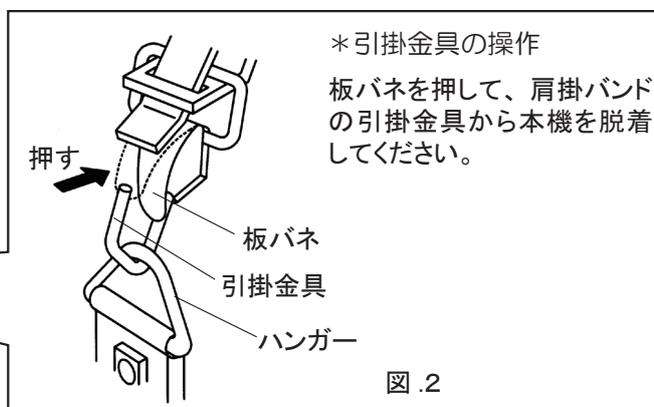

図.2
- ② 図.2のように、肩掛バンドの引掛金具を本機のハンガーに引っ掛けてください。
- ③ マルチカッターを身体の右側に吊り下げ、ループハンドルが握りやすいようにバンドの長さを調整してください。